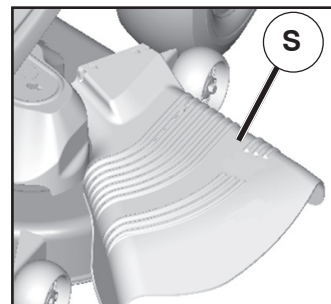

Fig. 23
**PRECAUCIÓN:** No opere la segadora sin, ya sea, el recogedor de césped completo en las segadoras así equipadas o con la protección contra la descarga (S) en su lugar. (Vea Fig.23)